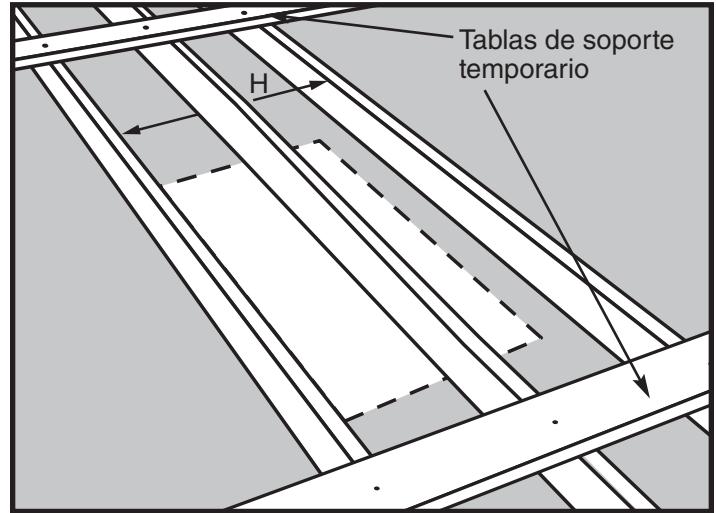

Figura 14
- PASO 1.** Mida la longitud "H" del cabecero entre las vigas no cortadas (vea la Figura 14).